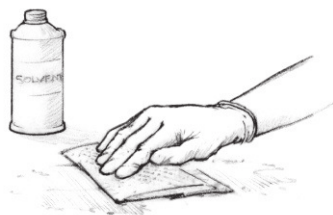

图6 清洁表面。如有必要，使用溶剂清除所有污染物。
1. **洁净**—粘合表面必须不含任何污染物，如油脂、油、蜡或脱模剂。用清漆稀释剂、丙酮或其他适当溶剂清洁受污染的表面（图6）。溶剂干燥前用纸巾擦拭表面。在打磨前清洁表面，避免将污染物磨入表面。使用溶剂时请遵循所有安全预防措施。